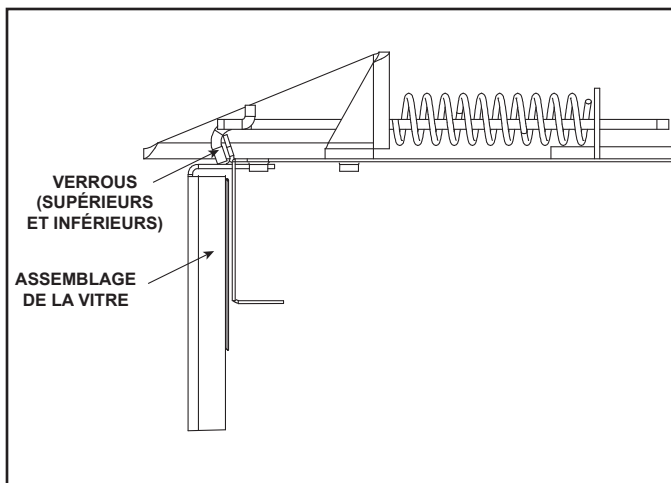

Figure 4.1 Panneau de verre fixe
- Sortez les quatre verrous du panneau de verre fixe hors de son cadre. Retirez le panneau de verre de l'appareil. Voir la figure 4.1.